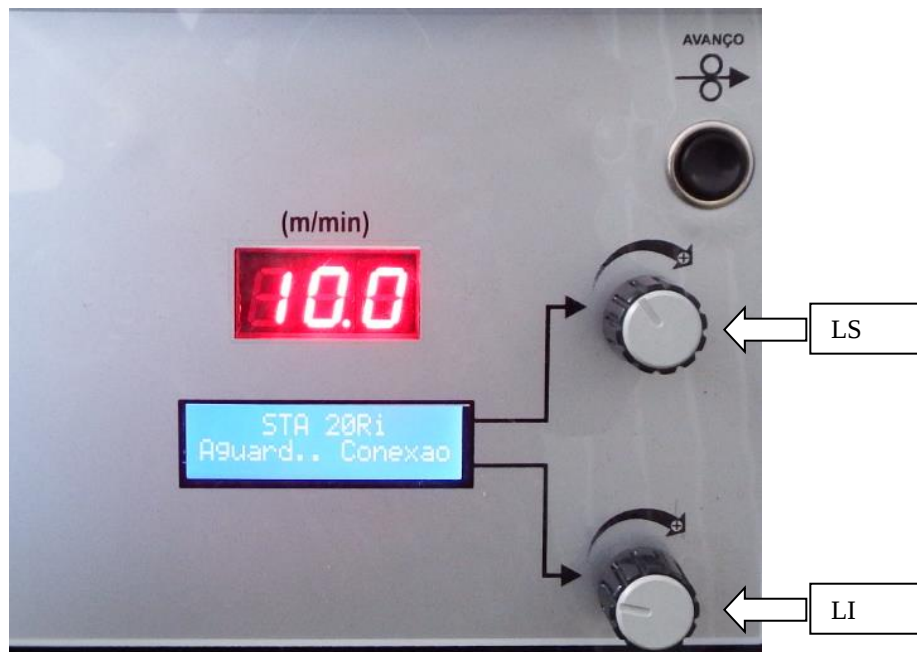

Figura 11.1 – Painel do Alimentador de arame.
O mesmo possui dois displays (figura 11.1), um que mostra a velocidade de arame que está sendo enviada pela fonte, e um display de LCD, com a opção de se ajustar duas variáveis de soldagem. As variáveis são pré-definidas de fábrica. Porém, nos processos com mais de duas variáveis de soldagem, o operador pode modificar a variável que será modificada por cada botão (ver item 3.6.1), através da opção **BOTAO EXTERNO** menu de **CONFIGURAR->GERAL** da fonte.